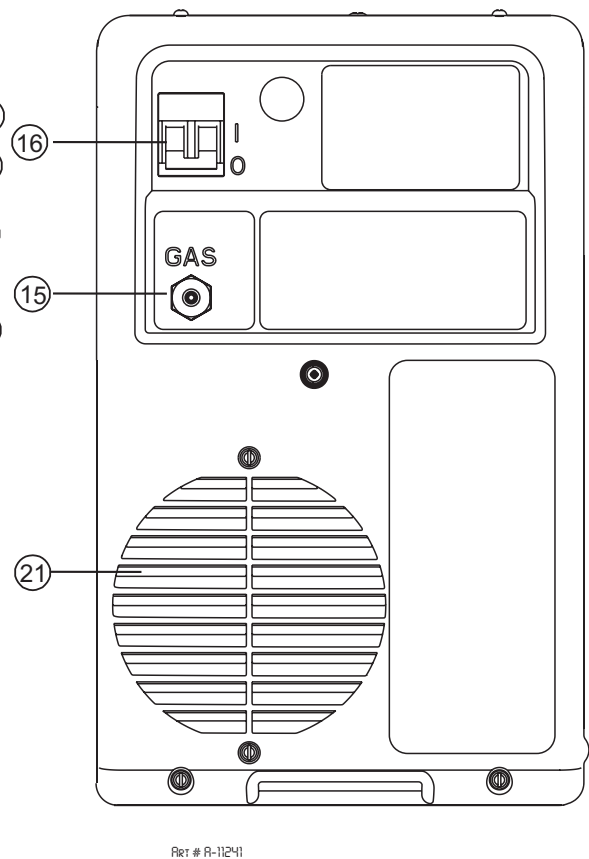

Figure 3-7 : Panneau arrière
9. Ouvrir délicatement et lentement la soupape de la bouteille (Figure 3-7) jusqu'à ce que la pression maximum s'affiche au manomètre de haute pression.